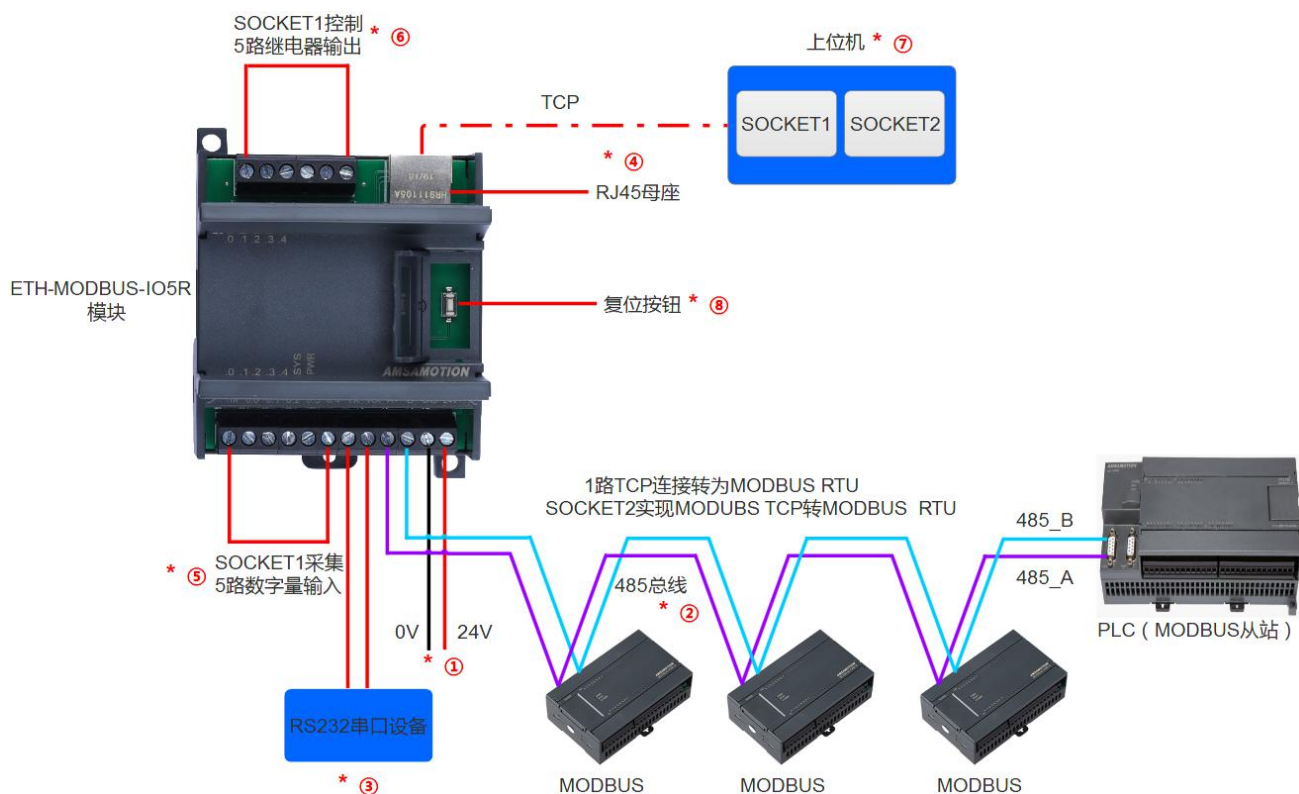

图 4.1 ETH-MODBUS-IO5R 快速入门
- 2) RS485：用户根据章节 3.1 中 485 端子的定义将设备 485 接口与模块连接，多台设备时，采用总线连接方式，如图 4.1 中②部分。